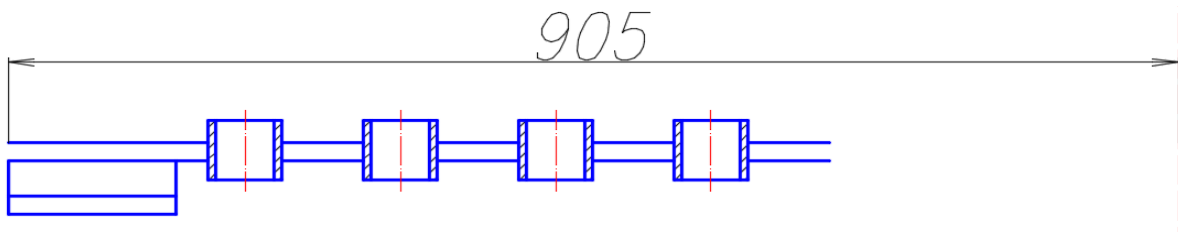

Рис. 97. Чертеж левой части оросителя
- прямоугольник разрушить с помощью команды *Расчленить*. Удалить верхнюю линию. Задать толщину стенок фартука 15 мм (рис. 97);